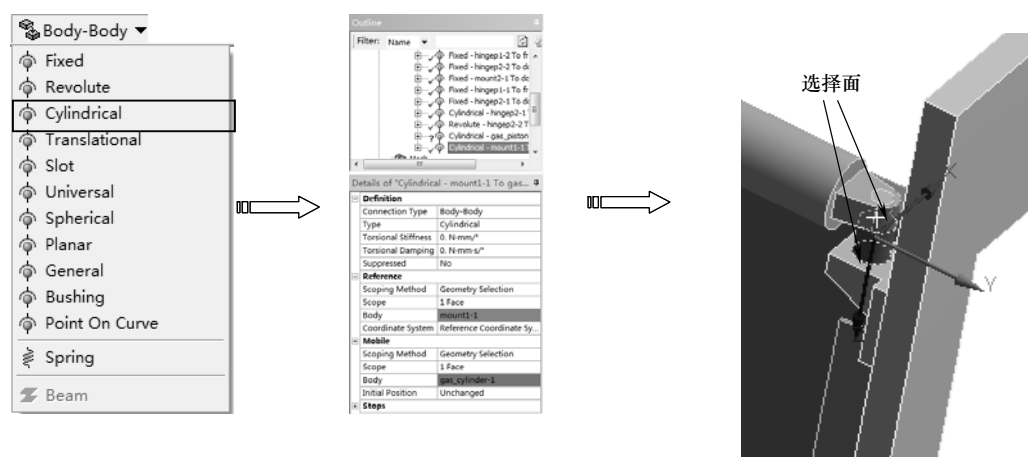

图 10-89 创建柱面运动副
12) 单击【Connections】工具栏上的【Body-Body】|【Cylindrical】命令，分析树中增加【Cylindrical-No Selection To No Selection】节点。分别选择如图 10-89 所示的表面，单击详细设置窗口中的【Reference】和【Mobile】列表中【Body】下的【Apply】按钮完成，如图 10-89 所示。